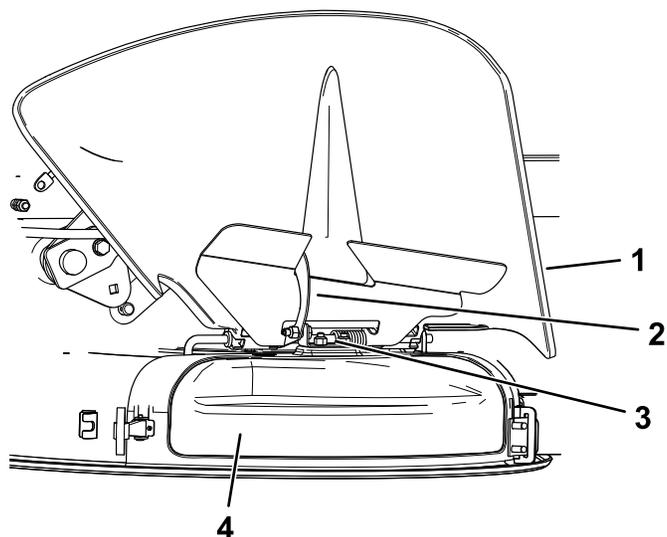

Figura 15
4. Eliberai elementul de fixare în formă de cârlig de la partea superioară a capacului de evacuare de la tija de pivotare (Figura 15).
5. La partea superioară a capacului de evacuare, cuplai elementul de fixare în formă de cârlig pe tija de pivotare a ansamblului deflector (Figura 15).